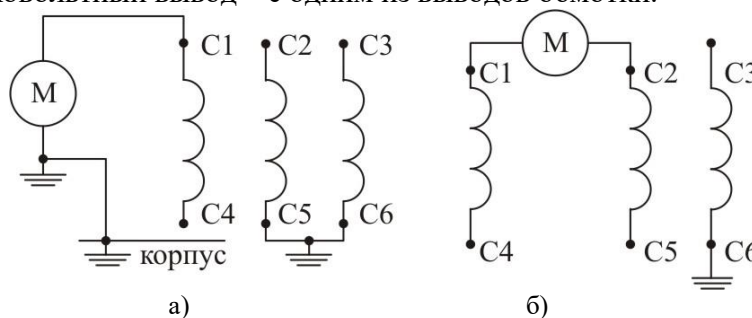

Рисунок 1 – Схемы измерения сопротивления изоляции обмоток:
*Сопротивление изоляции электродвигателей.* Известно, что ухудшение состояния изоляции обмоток в процессе эксплуатации может привести к короткому замыканию между обмотками, а также к замыканию обмотки на корпус. Для предотвращения указанных явлений при проведении технического обслуживания выполняется измерение сопротивления изоляции обмоток статора, а для двигателей с фазным ротором и обмоток ротора. Используется мегаомметр на напряжение 1000 В. При измерении сопротивления изоляции обмотки электрической машины относительно корпуса (рисунок 1, а) нулевой провод мегаомметра необходимо соединить с заземленным корпусом машины (через болт заземления), а высоковольтный вывод – с одним из выводов обмотки.